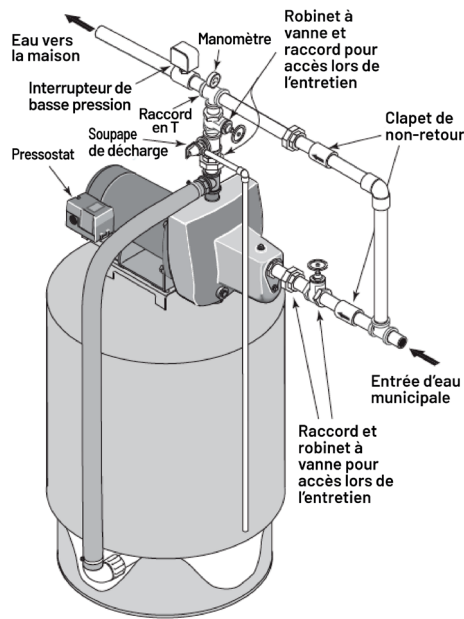

Figure 6 : Modèle SNCP42
2. Installez le tuyau comme illustré (figures 6 et 7). Veillez à inclure des raccords et des robinets d'arrêt afin que l'unité de surpression puisse être retirée lors de l'entretien sans interrompre l'alimentation en eau de la maison.